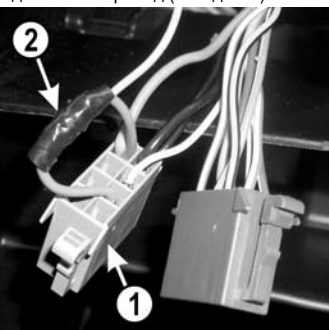

Рис.6 Колодка автомагнитолы
5.9 Отсоедините серую колодку автомагнитолы (поз.1, рис.6):
а. Снимите часть изоляции (примерно 5 - 7мм) с розового провода (поз.2, рис.6), подходящего к 4-му контакту серой колодки автомагнитолы.